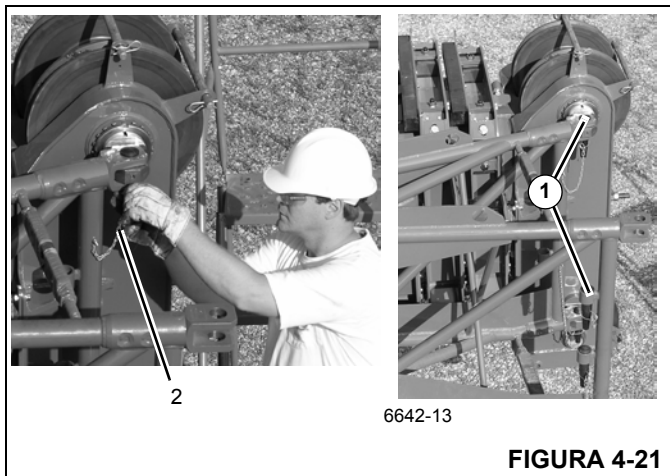

FIGURA 4-21
11. Remova os pinos (1, Figura 4-21) armazenados na extensão, instale-os nos furos (lado direito da extremidade da lança) e fixe-os com grampos de retenção (2).